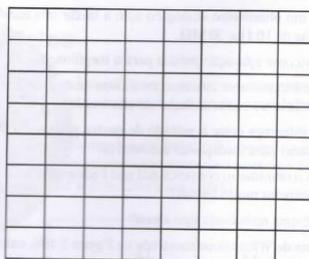

Figura 5.107 Tela do osciloscópio referente ao Exercício 35.
36. Considere a tela do osciloscópio na Figura 5.107. Desenhe nessa tela um sinal de 100 kHz e $0,5 V_{pp}$ de amplitude e indique quais escalas de tempo em Tempo/Div e amplitude em Tensão/Div você utilizou. Justifique sua escolha de escala. Desenhe agora um sinal de frequência e amplitude iguais defasado de 45° .
37. Desenhe na tela da Figura 5.107 um sinal de 10 kHz e $4 V_{pp}$ de amplitude e indique quais escalas de tempo em Tempo/Div e amplitude em Tensão/Div você utilizou. Desenhe agora um sinal de 20 kHz e $1 V_{pp}$ na mesma tela.